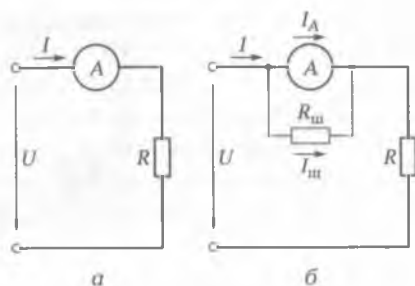

Рис. 5.1. Схема включения амперметра:
**Измерение тока.** Прибор, предназначенный для измерения силы тока, называется **амперметром**. Амперметр включается последовательно с участком цепи, в котором измеряется сила тока (рис. 5.1, а).
параллельно шунту (рис. 5.1, б). При этом через прибор проходит только часть  $I_A$  измеряемого тока  $I$ , обратно пропорциональная его сопротивлению  $R_A$ . Большая часть  $I_{ш}$  этого тока проходит через шунт. Зная сопротивления прибора  $R_A$  и шунта  $R_{ш}$ , можно по току  $I_A$ , фиксируемому прибором, определить измеряемый ток: